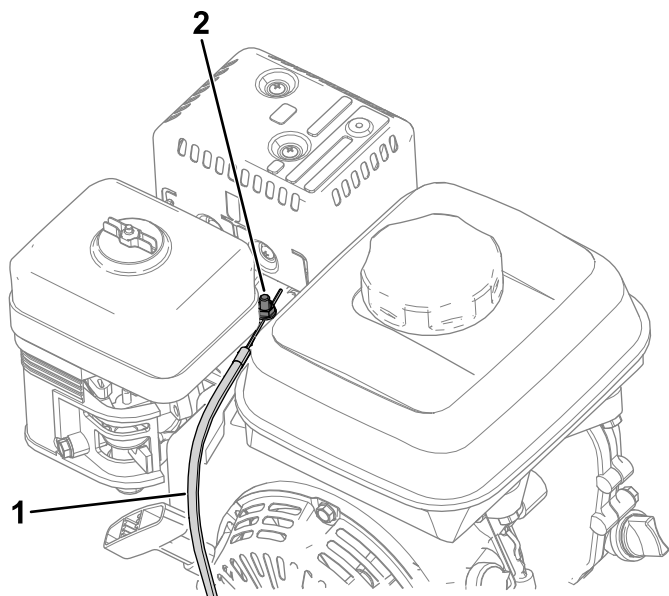

Bild 39
4. Lösen Sie die Schraube an der Kabelkanalklemme (Bild 39).